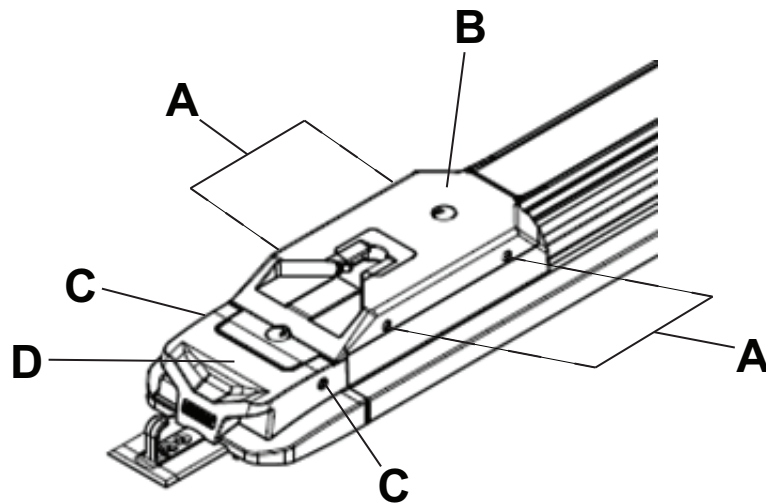

Figura 7 – Conjunto de funda del extremo de los pies
9. Con un destornillador Torx T27, retire los cuatro tornillos de cabeza cilíndrica Allen (A) que aseguran el conjunto de funda del extremo de los pies (B) al conjunto de transferencia (Figura 7). Guarde los tornillos.
10. Con un destornillador Torx T27, retire los dos tornillos de cabeza cilíndrica de botón (C) que aseguran el conjunto de funda del extremo de los pies al conjunto ojival del extremo de los pies (D) (Figura 7). Guarde los tornillos.